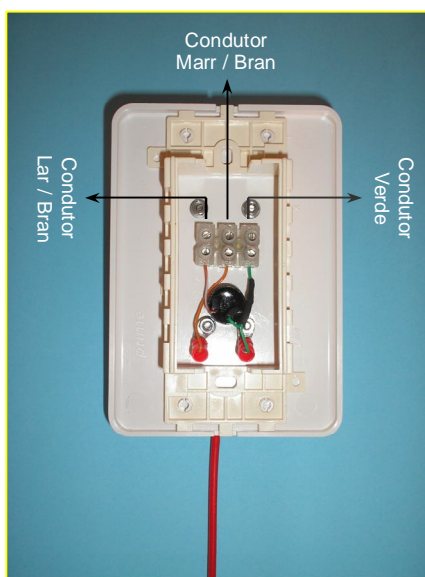

Figura 6 – Chamada de Banheiro – Vista Posterior
Conexão do conjunto MGL↔MML (Figuras 10 e 9, respectivamente), MML↔MML, MML↔CB (Figura 6), MML↔SP (Figura 7), e MGL↔Hub-485: Cabo de pares trançados UTP, 4 pares, 24 AWG, Categoria 5 ou superior, com impedância característica entre 100 e 120 Ohms e resistência menor que 100 Ohms/Km. Opcionalmente, pode ser usado um cabo telefônico do tipo CCI (duas vias + fio nu) para conexão do sinalizador de porta (SP) ao MML.
3.3 Instalação da Chamada de Banheiro (CB)
No banheiro do apartamento ou da enfermaria, localize a caixa de passagem contendo o cabo de dados (UTP de 4 pares), vindo do leito (do MML). Siga os passos abaixo para conectar este cabo ao dispositivo de chamada do banheiro (CB) mostrada na **Figura 6** abaixo.
- e. Use uma chave de fenda de 1/8x3" para conectar os condutores do cabo ao dispositivo de chamada do banheiro como mostra a **Figura 6** abaixo.